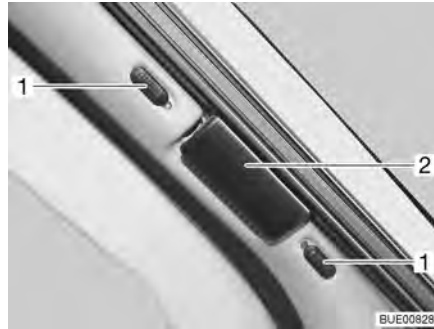
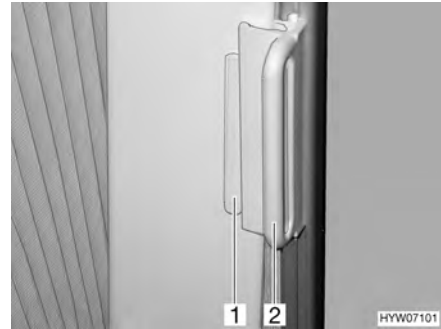

Fig. 71 Tendina oscurante pieghevole per il parabrezza
Fig. 72 Tendine oscuranti pieghevoli per il finestrino del guidatore e del passeggero
- Spingere verso l'alto o verso il basso i bottoni di bloccaggio della tendina oscurante pieghevole per il parabrezza (Fig. 71,1). Quando il punto rosso è visibile, il bloccaggio è aperto.
- Afferrare l'impugnatura (Fig. 71,2 e Fig. 72,2) delle tendine oscuranti pieghevoli e chiudere tirando con prudenza finché il fermo magnetico non blocca la tendina oscurante pieghevole.
- Spingere l'impugnatura della tendina oscurante pieghevole per il finestrino del guidatore e del passeggero (Fig. 72,2) sul sopralzo (Fig. 72,1). La tendina oscurante pieghevole è ora bloccata.